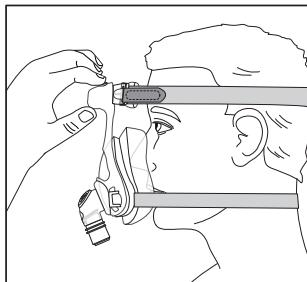

Figura 5
4. **Pulsante di regolazione per la fronte** - Premere e tenere premuto il pulsante per sistemare la struttura sul viso o lontano da esso per regolare la pressione (Figura 5). Questa manovra diminuirà o aumenterà la pressione sul ponte del naso e sul mento.